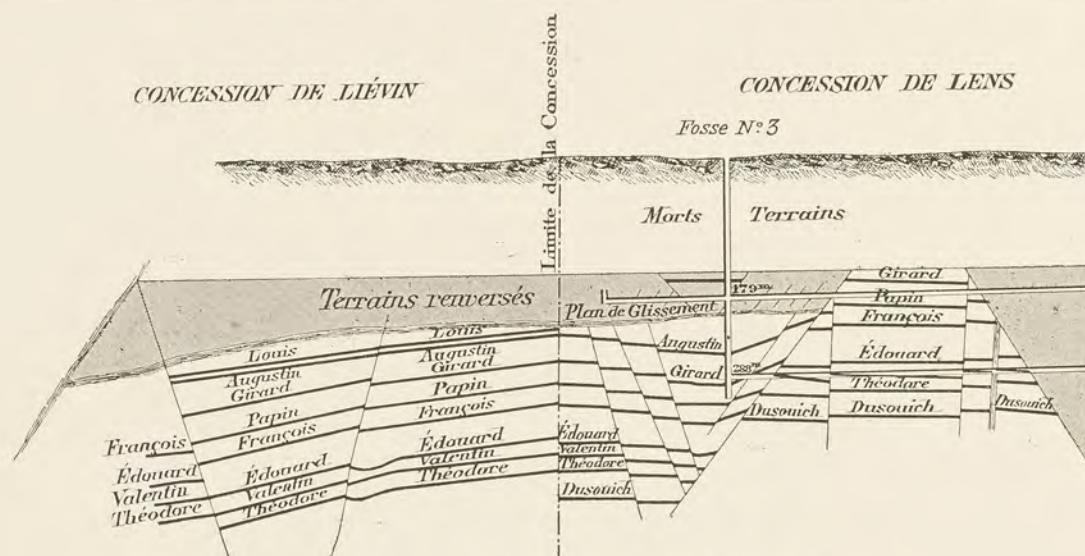

FIG. 107. — Coupe faite à la limite des concessions de Lens et de Liévin.
milées à des amas. Ainsi à Cardiff, dans le pays de Galles, on connaît 60 couches ayant ensemble 25 mètres d'épaisseur et s'étendant avec une grande régularité sur une surface de 2 400 kilomètres carrés. De même on a pu compter dans un bassin houiller belge, sur une épaisseur de 300 mètres, 156 couches de houille ayant chacune en moyenne 0^m,60 d'épaisseur. Dans les bassins du Nord de la France, les couches sont également minces et multipliées, une puissance d'un mètre y est assez rare, mais la continuité des couches en fait le prix. C'est ainsi que dans le gisement de Lens, un des mieux et des plus complètement explorés, on trouve 28 couches exploitables dont les épaisseurs réunies forment un massif de 28^m,42 de houille. Ces couches, réparties sur une profondeur d'environ 650 mètres, ont donc une épaisseur moyenne qui dépasse 1 mètre. Le tableau ci-contre, que nous empruntons à l'ouvrage de M. Vuillemin (1), nous donne une idée exacte de cette disposition. Il est bon d'ajouter que c'est là une richesse exceptionnelle dans le bassin du Pas-de-Calais et inconnue dans le bassin du Nord. Il est assez difficile de se rendre compte de l'étendue de ces couches, à cause des nombreuses failles qui les coupent et qui leur font subir des rejets et des changements de direction. C'est ainsi que la veine Dusouich, une des mieux connues, s'étend en forme de courbe d'un développement de 14 à 15 kilomètres, mais avec de très nombreuses interruptions (fig. 107). Enfin, il est à remarquer que la nature de la houille varie avec l'ordre de superposition des couches : à la base, la houille maigre ; au-dessus, la houille grasse.
(1) E. VUILLEMIN, *Le bassin houiller du Pas-de-Calais*, tome I^{er}, 1880.